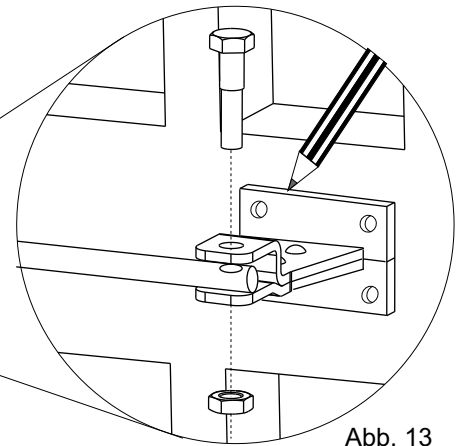

Abb. 13
- 3) Den Kolben auf der Vorderbefestigung anbringen (Abb. 13)